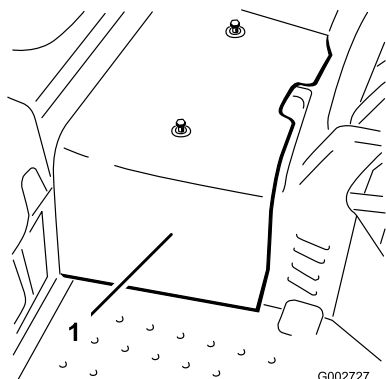

Рисунок 48
2. Ослабьте 2 винта, которые крепят центральный кожух к машине, и снимите кожух (Рисунок 48).